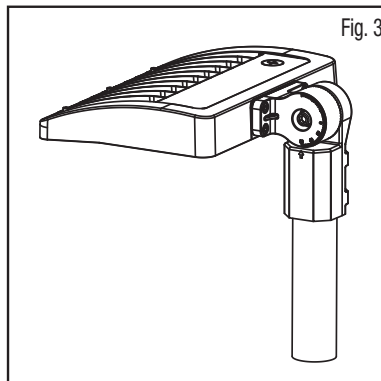

Fig. 3
6. Secure fixture with socket set screws (**M8 x 16**) to installation location or post (Fig. 3)
6. Fixez le luminaire au point d'installation ou au poteau à l'aide des vis sans tête (**M8 x 16**) (Fig. 3).